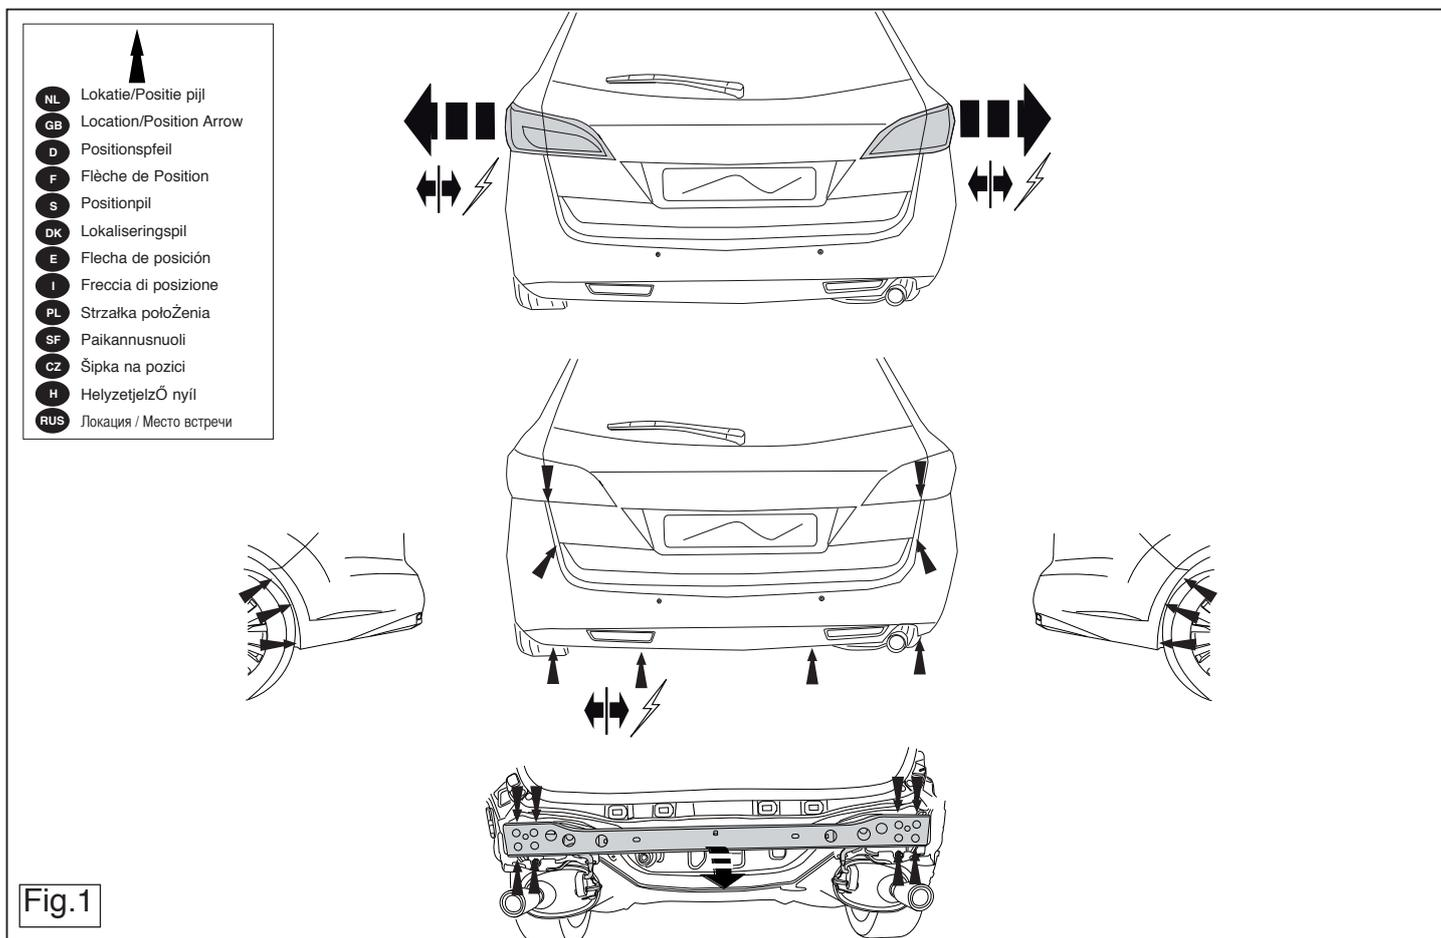

Fig.1
1. Rücklichter und Stoßstange abmontieren. Siehe Abbildung 1.
3. Den Querträger vom Fahrzeug abmontieren. Siehe Abbildung 1.